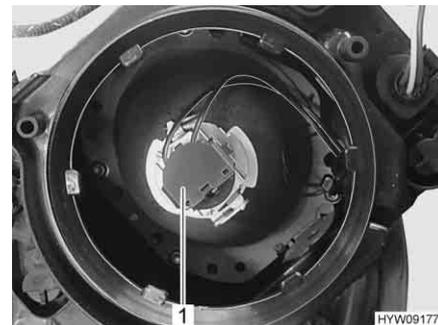

Fig. 210 Lampada ad incandescenza (faro anabbagliante/abbagliante)
- Ruotare il supporto (Fig. 210,1) e la lampada in senso antiorario e rimuoverli dall'involucro.
- Inserire il supporto (Fig. 210,1) e la lampada ad incandescenza nell'involucro e ruotare in senso orario fino a bloccarli. Il supporto scatta in posizione.